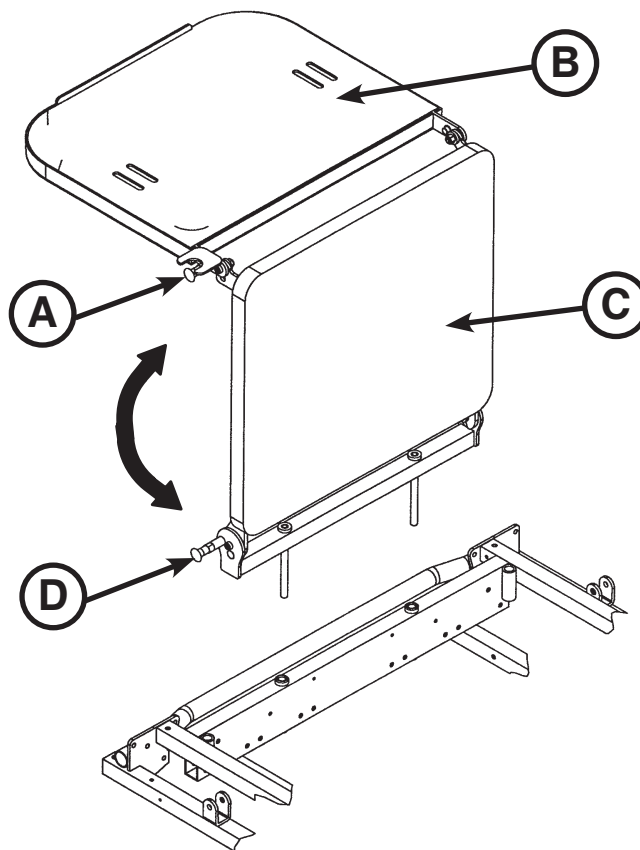

图9.2: 脚部延伸板/
欲用作除颤器托盘, 拉出顶部旋钮 (A), 将托盘 (B) 转到脚部延伸板 (C) 上方, 直至其在担架床床尾端上方伸平为止, 如图9.2所示。
欲用作脚部延伸板, 拉出旋钮 (A), 转回除颤器托盘, 直至其紧靠脚部延伸板 (C) 锁定为止。在握住装置的同时, 将底部旋钮 (D) 拉出, 降低脚部延伸板, 直至其变平为止, 如图9.2所示。